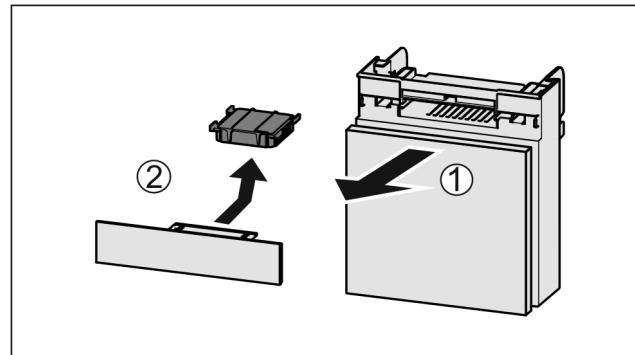

Fig. 123
- Pretinac izvucite Fig. 123 (1) prema naprijed.
- Izvadite filter s aktivnim ugljenom Fig. 123 (2).